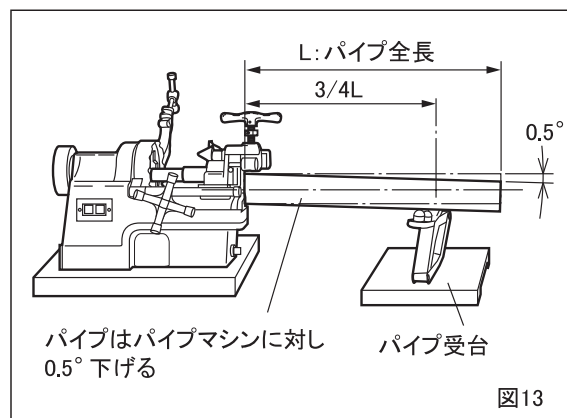

図13
- パイプ受台はパイプ全長の3/4の位置に設置してください。(図13)
② パイプの高さ調整